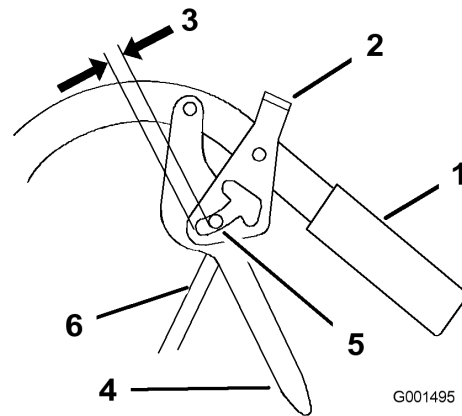

Figure 36
3. Montez la tige de commande sur le levier de déplacement et le verrou de point mort/frein de stationnement. Fixez la tige avec un axe de chape et une goupille fendue (Figure 36).
2. Ajustez la longueur de la tige de commande en vissant ou dévissant la tige pour obtenir un écartement de 5 à 6 mm (3/16 à 1/4") entre la tige et le bas du verrou de point mort/frein de stationnement (Figure 36).